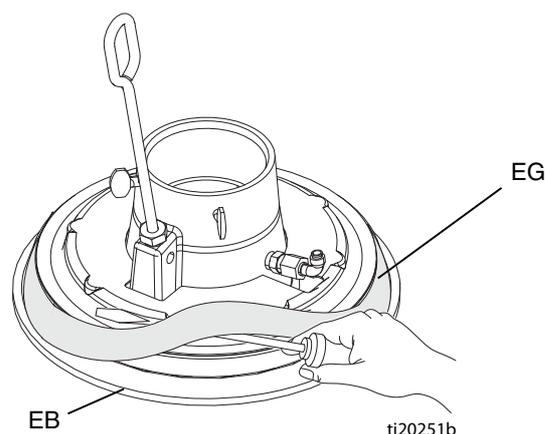

Рис. 11
1. *Работая снизу*, с помощью отвертки приподнимите прокладку (EG), чтобы она отошла от поверхности. Полностью поднимите прокладку над фланцем опорной емкости. См. Рис. 11.